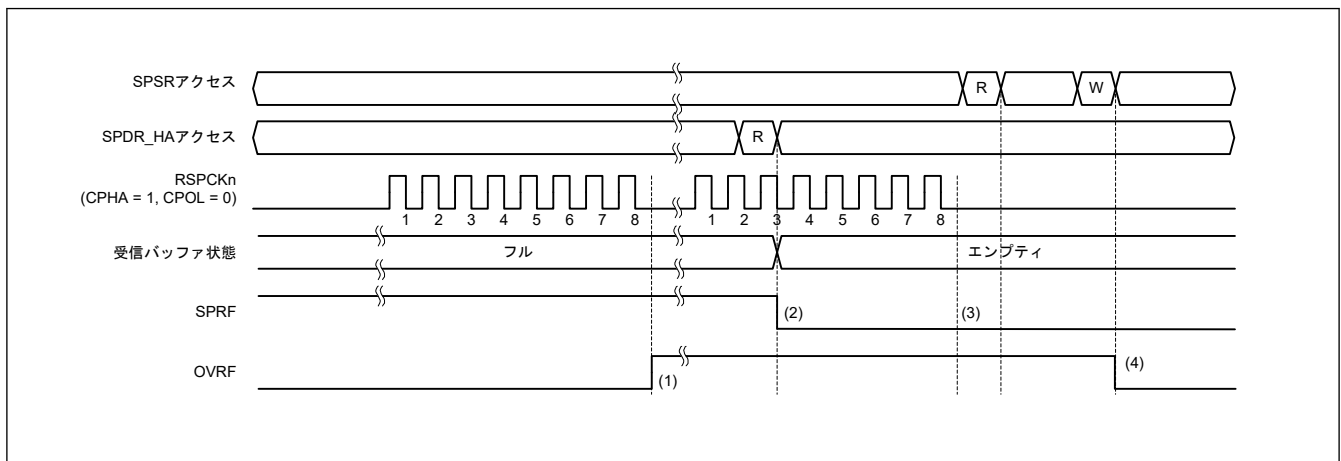

図 29.37 OVRF フラグおよび SPRF フラグの動作例
図 29.37 に、SPSR.OVRF フラグと SPRF フラグの動作例を示します。図 29.37 に記載した SPSR アクセスと SPDR\_HA アクセスは、それぞれ SPSR、SPDR\_HA レジスタへのアクセス状況を示しています。W は書き込みサイクル、R は読み出しサイクルを示しています。この例では、SPCMDm.CPHA ビットが 1、SPCMDm.CPOL ビットが 0 の設定で、SPI が 8 ビットのシリアル転送を実行しています。RSPCKn 波形の下に記載した数字は、RSPCKn サイクル数 (= 転送ビット数) を示しています。
以下に、図 29.37 の (1)～(4) に示したタイミングでのフラグの動作内容を説明します。